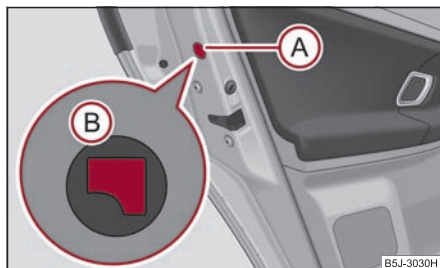

Abb. 38 Notverriegelung der Tür
- Bauen Sie die Blende (A) ab ⇒ Abb. 38.
- Stecken Sie den Schlüssel in die Öffnung unter der Blende und drücken Sie den Arretierhebel (B) bis zum Anschlag nach innen.